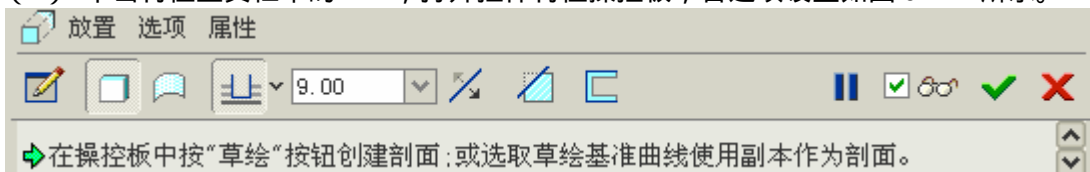

图 61-12
(1) 单击特征工具栏中的 ，打开拉伸特征操控板，各选项设置如图 61-12 所示。